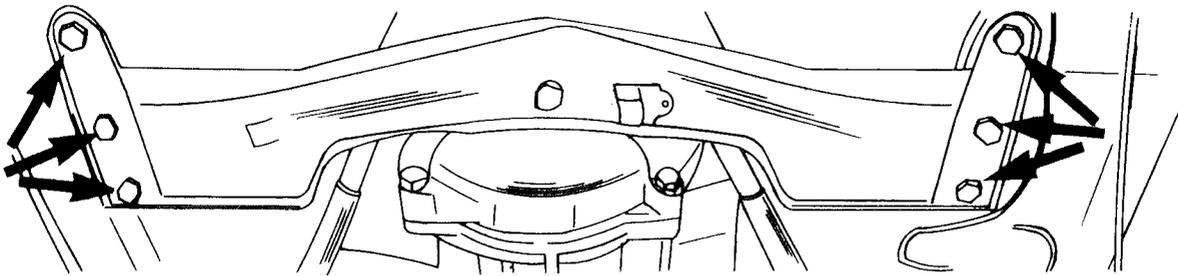

Bild 110
- Die Schrauben des Achsquerträgers von der Karosserie abschrauben. Auf jeder Seite sind drei Schrauben vorhanden (siehe Bild 110).
- Die Befestigungsschrauben des Getriebes auf das vorgeschriebene Anzugsdrehmoment anziehen. Die Schraube an der Rückseite oben und die Mutter auf 45 bis 55 Nm, die Schrauben des Querträgers in Bild 110 an die Karosserie mit 40 bis 45 Nm anziehen.